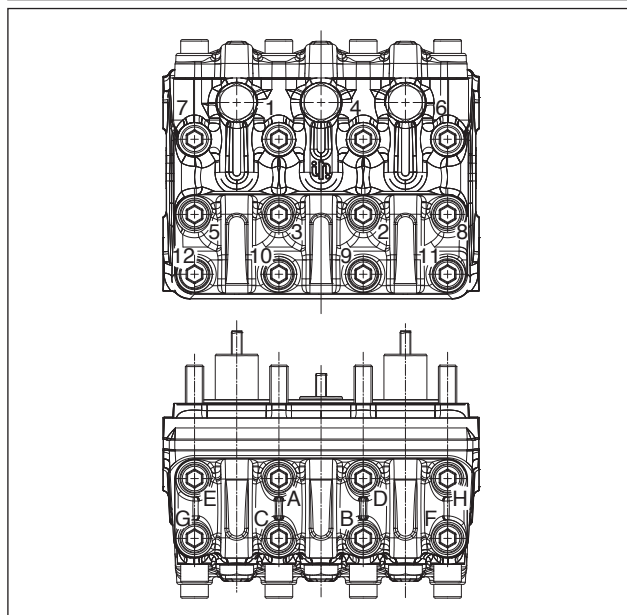
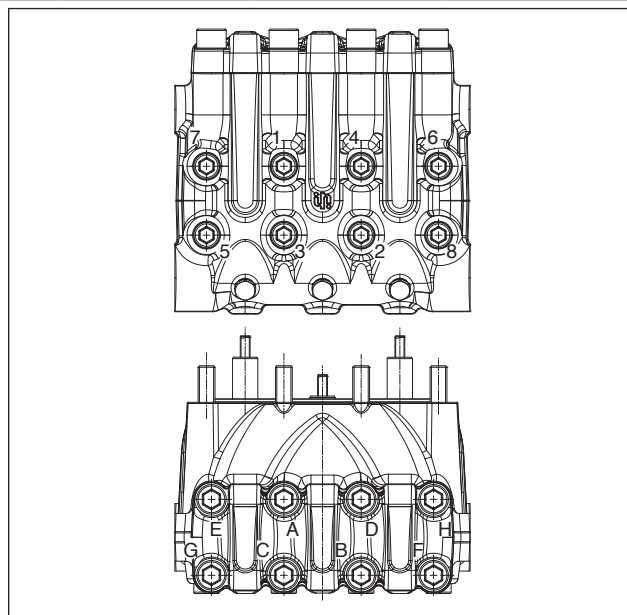

图 50
图 51
** 泵头固定螺钉必须按照图 50和图 51图中所示的顺序用扭矩扳手拧紧。
*** 阀盖固定螺钉必须按照图 50和图 51图中所示的顺序用扭矩扳手拧紧。